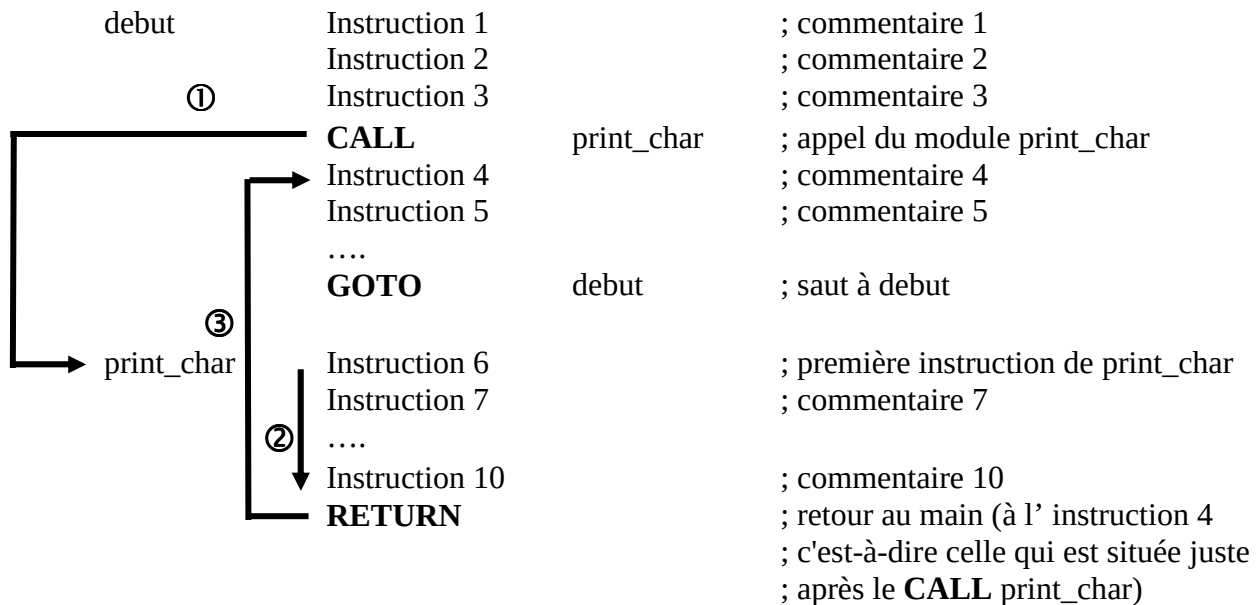

Figure III.14.
Cette instruction permet d'appeler un module, comme indiqué sur la figure III.14. suivante.
le contrôle est donné (voir flèche ① de la figure III.14.) à la première instruction du module print_char (Instruction 6). C'est-ce que j'appelle le « **ticket aller** ».
Puis on passe à l'instruction 7 (par déroulement séquentiel classique du module) etc. ... jusqu'à l'instruction 10 (voir flèche ② de la figure III.14. : phase d'exécution du module).
le contrôle est donné (voir flèche ③ de la figure III.14.) à l'instruction 4, c'est-à-dire à celle qui est située en mémoire juste après le **CALL** print_char. On a effectué le retour au main. C'est-ce que j'appelle le « **ticket retour** ».
En effet, lorsque le **PC** est modifié pour sauter à la première instruction du module (cf. flèche ① de la figure III.14.), son ancienne valeur est perdue (n'oubliez pas qu'avant d'être modifié, le **PC** pointait sur l'instruction située en mémoire dans la case qui suit celle contenant le code machine du **CALL**).
Et c'est l'instruction **RETURN**, située à la fin du module qui récupérera **automatiquement** dans la pile l'adresse de retour permettant le retour au bon endroit (cf. flèche ③ de la figure III.14.).